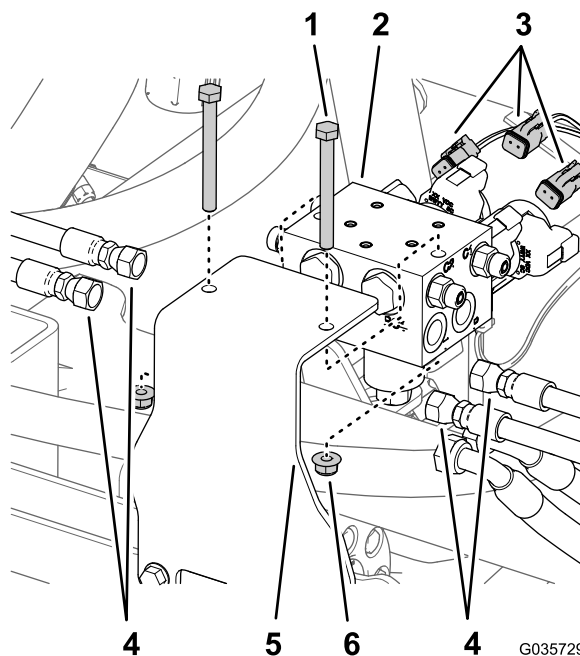

Figura 12
- Etiquete todas las mangueras conectadas al distribuidor del cilindro de elevación (puertos C1, C2, C3 y C4) y desconéctelas del distribuidor del cilindro (Figura 12).
- Desconecte los conectores del arnés de cables trasero de los solenoides del distribuidor del cilindro de elevación (Figura 12).
- Retire el distribuidor del cilindro de elevación del soporte de montaje, retirando los 2 pernos y las 2 contratuercas (Figura 12).